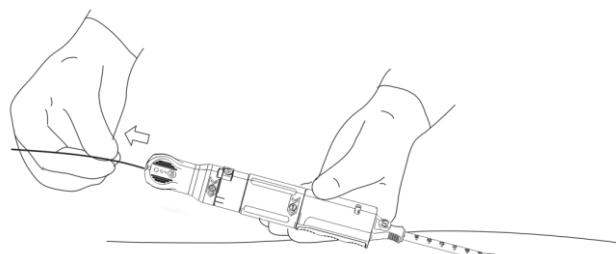

Bild 14. Avlägsnande av ledare.
- a. Lokalisera den indikator som är märkt med "3" och avlägsna ledaren helt och hållet från patienten och PerQseal+ förslutningsanordning. Avlägsnandet av ledaren kan utföras av en assistent. Bild 14.